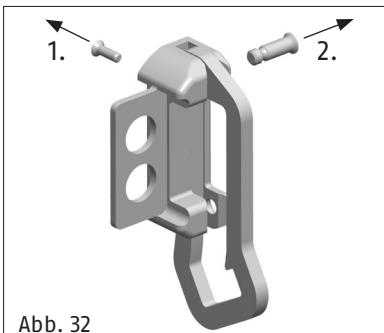

Abb. 32
- Der Schließkasten ist für DIN rechte Türen vormontiert. Bei DIN linken Türen muss der Sperrbügel gemäß (Abb. 32) umgelegt werden.